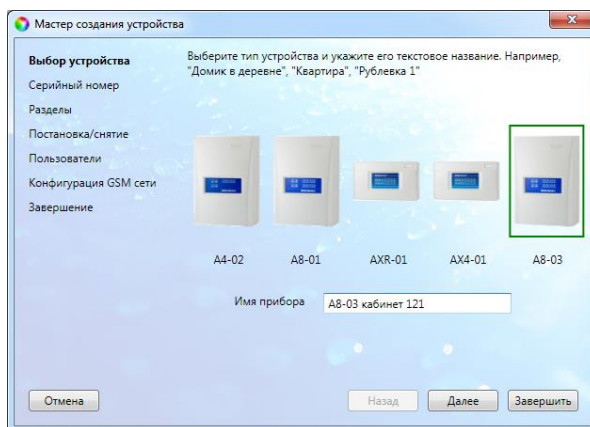

Рис. 5.5. Окно *Выбор устройства*
8. В следующем окне *Выбор устройства* будет автоматически определен тип контроллера. Задайте в этом окне имя контроллера (удобно именовать контроллер по объекту, на котором он будет использоваться, например: *A8-03 квартира*; *A8-03 дача*), см. рис. 5.5.